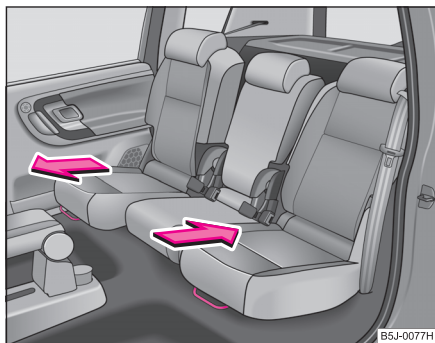
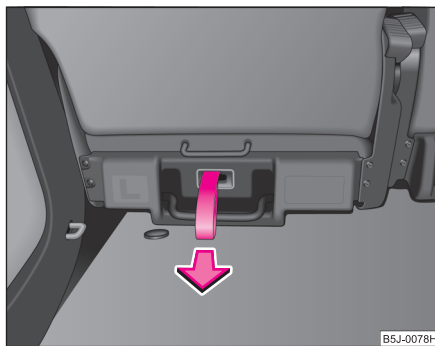

Fig. 50 Desbloqueo delantero
Fig. 51 Desbloqueo posterior
- Tirar de la palanca ⇒ fig. 50 hacia arriba o del lazo de desbloqueo ⇒ fig. 51 y mueva el asiento a la posición deseada.